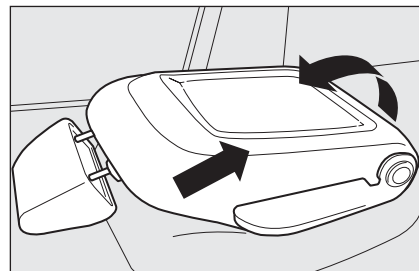

fig. 48
- ribaltare il sedile passeggero a tavolino **fig. 48** (vedere il paragrafo "Posizionamento sedile a tavolino" di questo capitolo);